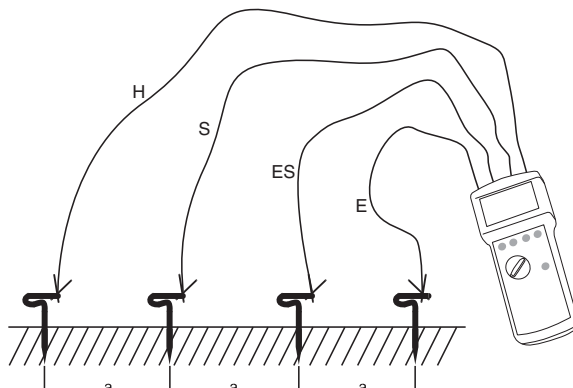

Fig. 7 : résistance spécifique de la terre
- 1) Plantez les quatre piquets de terre E, ES, S et H alignés, comme le montre la figure 7. L'écart entre les différentes sondes doit correspondre à l'écart utilisé dans la formule. Posez les fils soigneusement, veillez à ce qu'ils soient le moins parallèles possible, et qu'ils ne se croisent pas pour éviter les injections.
- 2) Reliez les lignes de mesure aux piquets de terre conformément à la figure 7.
- 3) Amenez le sélecteur de mode de mesure (13) sur la position « 4 pol ».
- 4) Réglez la tension de contact souhaitée par la touche « UL » (11).
- 5) Si vous le souhaitez, réglez la fréquence sur la sélection manuelle par la touche « auto/man » (16) et la fréquence de mesure par la touche « f1/f2 » (12).
- 6) Appuyez sur la touche « Start » (14).
- Une fois la mesure effectuée, la touche « Display » (17) permet de commuter entre les paramètres suivants : résistance de passage à la terre (RE), résistance du conducteur de terre auxiliaire (RH), résistance de la sonde (RS) et intensité de mesure (IM).